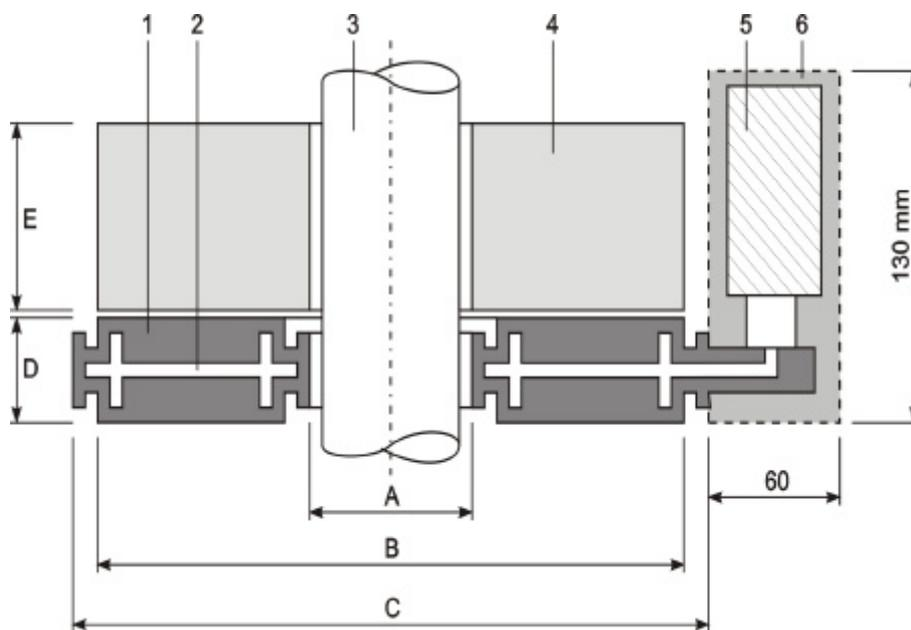

Fig 1 Dessin schématique d'une cellule de charge à mesure directe type M
La cellule de charge hydraulique Glötzl est constituée d'un coussinet formé de deux disques annulaires à haute limite élastique, flexibles à leurs périphéries internes et externes (voir fig 1).
* voir fig 1, autres charges nominales et autres dimensions sur demande